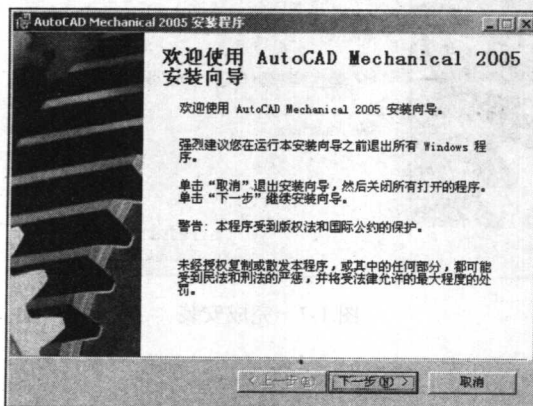

图 1-2 欢迎安装窗口
(2) 单击“安装”选项区的 AutoCAD Mechanical 2005 超链接, 系统会运行 AutoCAD Mechanical 2005 安装向导, 弹出欢迎安装窗口, 如图 1-2 所示。单击“下一步”按钮继续安装。